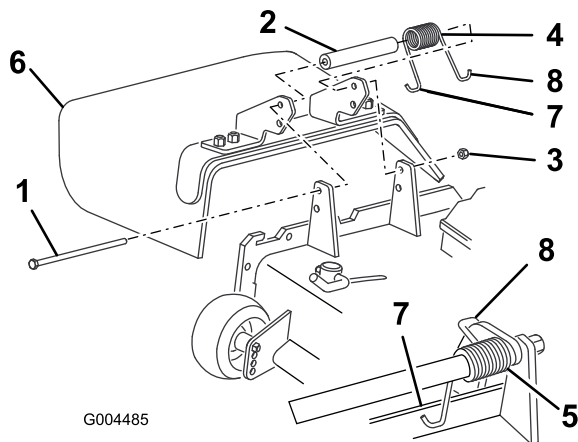

Figura 27
2. Retire la contratuerca, el perno, el muelle y el espaciador que sujetan el deflector a los soportes de pivote (Figura 27). Retire el deflector de hierba dañado o desgastado.
3. Coloque el espaciador y el muelle entre los soportes del deflector de hierba nuevo (Figura 27). Coloque el extremo del gancho en J izquierdo del muelle detrás del borde de la unidad de corte.
Nota: Asegúrese de que el extremo del gancho izquierdo del muelle se instala detrás del borde de la unidad de corte antes de instalar el perno, según se muestra en la Figura 27.
4. Instale el perno y la tuerca. Coloque el extremo del gancho derecho del muelle alrededor del deflector de hierba (Figura 27).